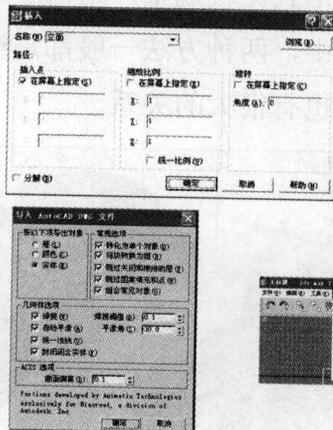

图 1-8
(3) 在 3D 中选择【导入】(Import) 命令, 会弹出【DWG 导入】对话框, 选择合并对象, 点击【确定】。接着会弹出【导入 DWG 文件】对话框, 选择默认参数即可。单击【确定】, 再通过【成组】(Group) 命令进行成组, 如图 1-8 所示。